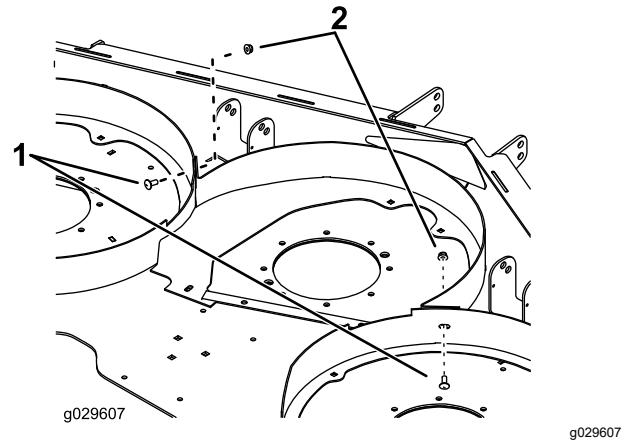

Bild 3
2. Befestigen Sie die linke und rechte Kammer locker mit 2 Schlossschrauben (5/16" x 3/4") und 2 Muttern (5/16") an der mittleren Kammer, wie in Bild Bild 3 gezeigt.
4. Befestigen Sie die 2 Stützriemen und das Ablenkblech mit 8 Schlossschrauben (5/16" x 7/8") und 8 Muttern (5/16") an den beiden hinteren Winkelstücken, wie in Bild Bild 3 gezeigt.